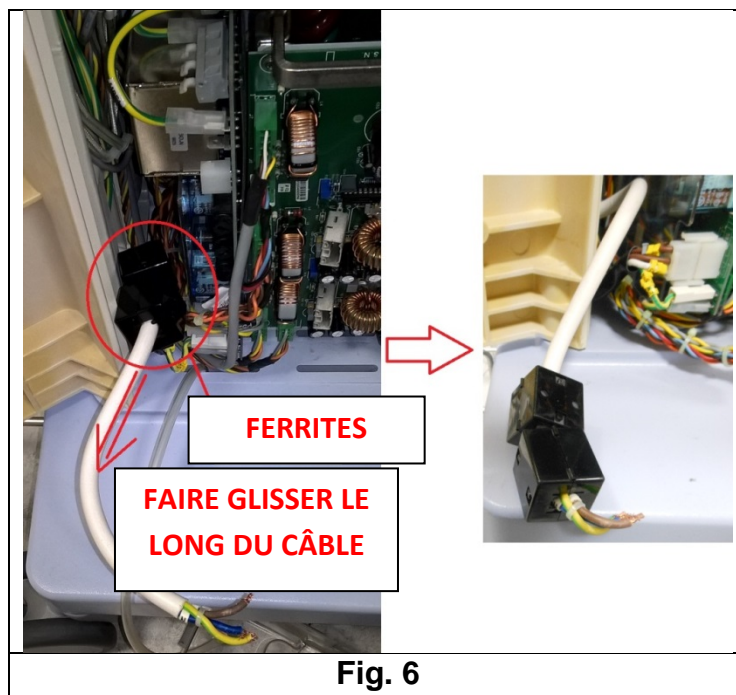

Fig. 6
7. Si votre machine Formula est dotée de boîtiers ferrites noirs, faites-les glisser le long du câble d'alimentation (vers les câbles de connexion au bloc d'alimentation). Retirez le câble d'alimentation et les ferrites de la machine et mettez-les de côté pour ne pas qu'ils interfèrent avec le retrait du bloc d'alimentation (**Fig. 6**).